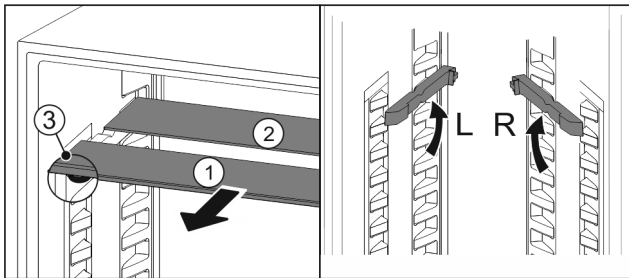

Fig. 163
- Vedä lasilevyt yksittäin etukautta ulos Fig. 163 (1).
- Koristelistalla varustettu lasilevy Fig. 163 (1) on edessä.
- Pysäyttimet Fig. 163 (3) osoittavat alaspäin.